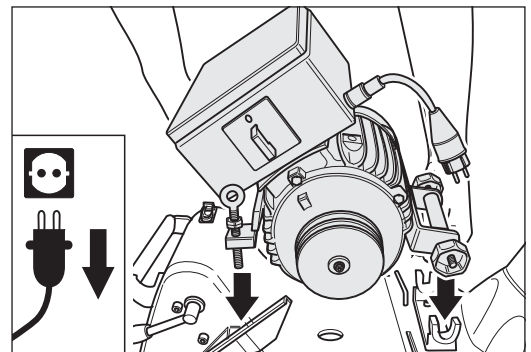
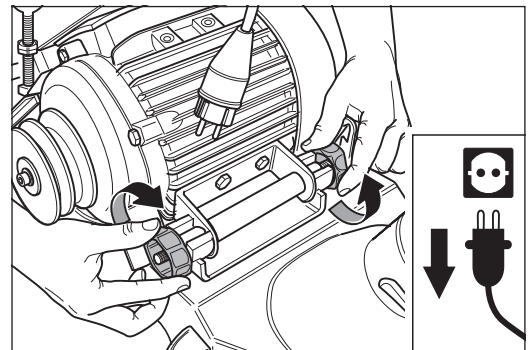

Abb. 32 Einsetzen des Motors in den Motorlagerbock.
Abb. 33 Anziehen der Motormuttern.
- 1 Setzen Sie den Motor in den Motorlagerbock (Abb. 32) und ziehen Sie die beiden Motormuttern an (Abb. 33).